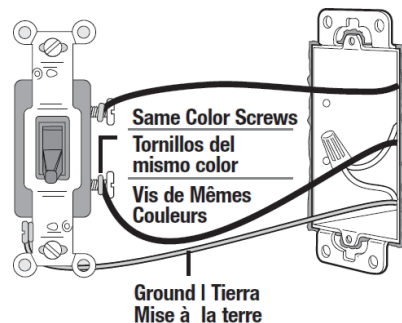
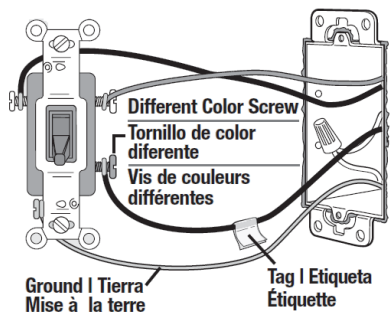

FIG. 1
FIG. 2
- FCC compliance statement: This device complies with part 15 of the FCC Rules. Operation is subject to the following two conditions: (1) This device may not cause harmful interference, and (2) this device must accept any interference received, including interference that may cause undesired operation.
- Identify switch type. Single pole will have insulated wires connected to two screws of the same color plus a green ground screw (FIG 1); 3-way switch will have insulated wires connected to three screws plus a green ground screw. One of these wires is connected to a screw of a different color (not green) or labeled **COMMON**. Tag this wire to identify when removing (FIG 2).
- Énoncé de conformité FCC - Ce dispositif est conforme à la partie 15 des règlements FCC. Son fonctionnement doit répondre aux deux conditions suivantes : (1) Cet appareil ne doit pas causer d'interférences nuisibles, et (2) cet appareil doit accepter toute interférence reçue, y compris les interférences qui peuvent causer un fonctionnement indésirable.
- Identifier le type d'interrupteur. Dans le cas d'un appareil unipolaire, les fils isolés sont connectés à deux vis de la même couleur et à une vis de mise à la terre verte (FIG. 1); pour un interrupteur à 3 voies, les fils isolés sont connectés à trois vis et à une vis de mise à la terre verte. Un de ces fils se raccorde à une vis d'une couleur différente (pas verte) identifiée **COMMUN**. Lors du retrait de ce fil, l'étiqueter pour bien l'identifier (FIG. 2).
- Declaración de conformidad con la FCC: este dispositivo cumple con la parte 15 de las normas de la FCC. El funcionamiento está sujeto a las dos condiciones siguientes: (1) Este dispositivo no puede causar interferencias perjudiciales y (2) este dispositivo debe aceptar cualquier interferencia recibida, incluidas las interferencias que puedan provocar un funcionamiento no deseado.
- Identificar el tipo de interruptor. Un polo tendrá cables aislados conectados a dos tornillos del mismo color, más un tornillo de tierra verde (FIG 1); El interruptor de 3 vías tendrá cables aislados conectados a tres tornillos más un tornillo de tierra verde. Uno de estos cables está conectado a un tornillo de un color diferente (no verde) o etiquetado como **COMÚN**. Etiquetar este cable para identificarlo al retirarlo (FIG 2).